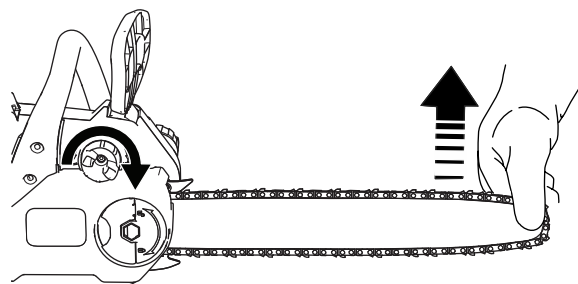

Figure 28
3. Tenez le guide-chaîne par son extrémité (Figure 28).